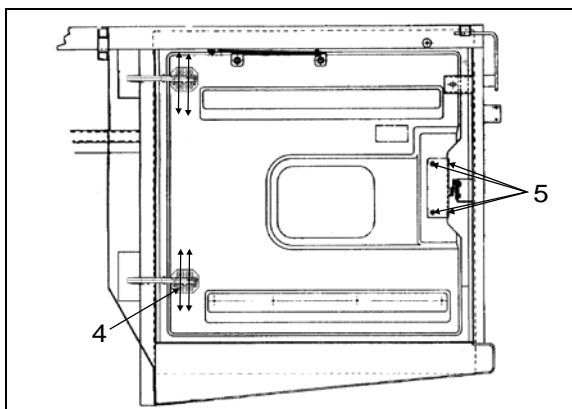

FIGURE 74 : PORTE DROITE DU COMPARTIMENT MOTEUR
8. Desserrer les vis (4, Figure 74).